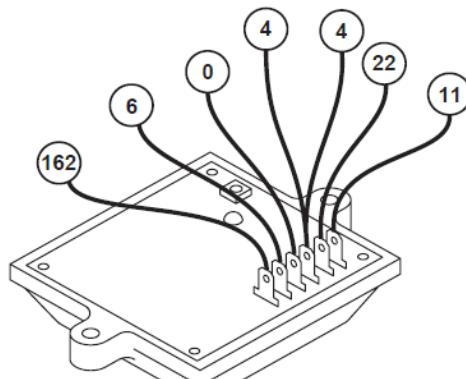

Рисунок 3. Регулятор напряжения
- Отсоединить провод 2 от регулятора напряжения и подсоединить к нему один тестовый провод. Отсоединить провод 6 от регулятора напряжения и подключить к нему другой тестовый провод. Провода 2 и 6 расположены на двух нижних клеммах регулятора напряжения (смотреть рисунок 3).